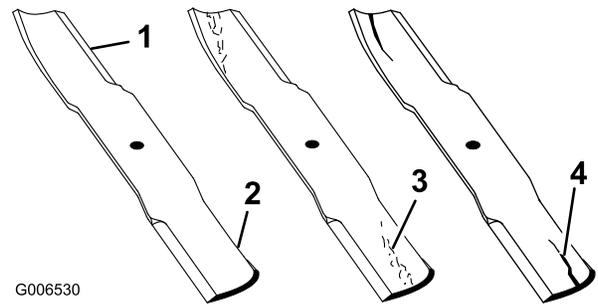

Figura 70
2. Inspeccione as extremidades de corte (Figura 70). Se as extremidades não estiverem afiadas ou estiverem amolgadas retire e afie as lâminas. Consulte Afiar as lâminas (página 55).
3. Inspeccione as lâminas, especialmente a área curva (Figura 70). Se verificar quaisquer danos, desgaste, ou
a formação de ranhuras nesta área (Figura 70), instale imediatamente uma lâmina nova.